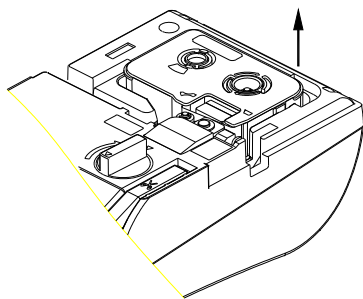

图 2
3. 见图 2, 将色带盒放置在线号机标明的地方。
2. 按图 2 所示箭头位置, 将色带盒右上角抬起, 然后向上取出色带盒。